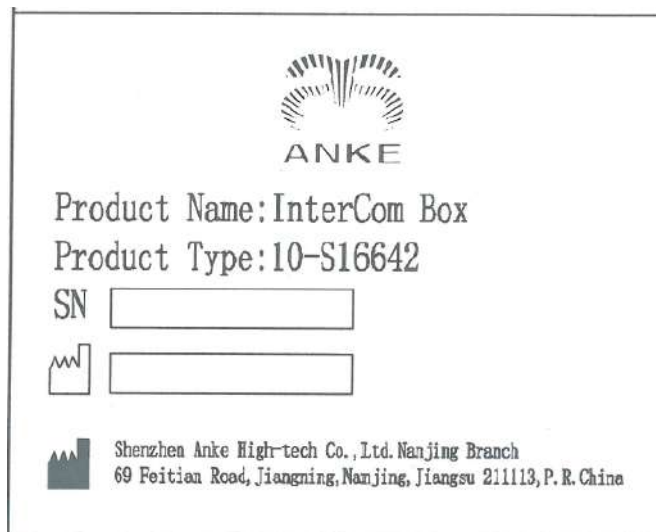

Рисунок2-12 Этикетка переговорного устройства
7. Рисунок 2-12 является этикеткой на переговорное устройство, наклеенное на это устройство